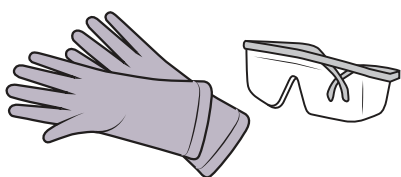

Figure 52
1. Porter des **gants et lunettes de protection**. Voir la section Figure 52.